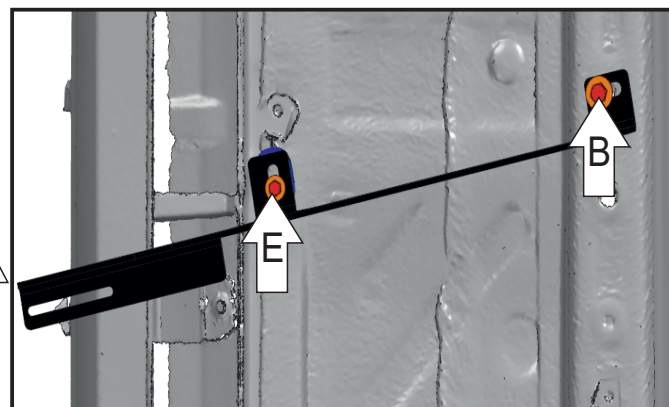
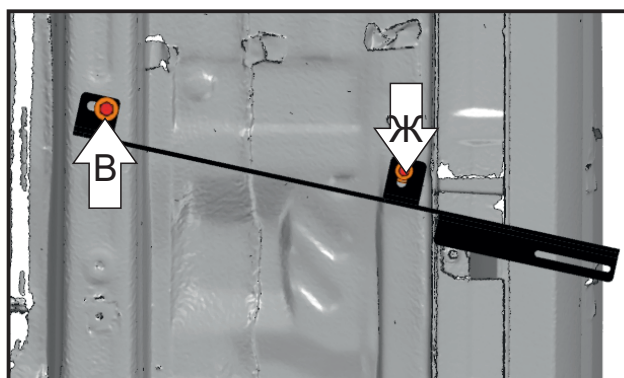

Рис. 4
Рис. 5
6. При помощи болта М8х30 и шайбы 8 закрепить заднюю часть среднего кронштейна на установленную гайку закладную М8 с проволокой (В)(Рис.4,5).Со стороны пассажира переднюю часть среднего кронштейна закрепить болтом М6х30, шайбой 6 и проставкой через штатную резьбу (Е) (Рис.4).Со стороны водителя переднюю часть среднего кронштейна закрепить болтом М6х30, шайбой 6 и шайбой 8 через штатную резьбу (Ж) (Рис.5).